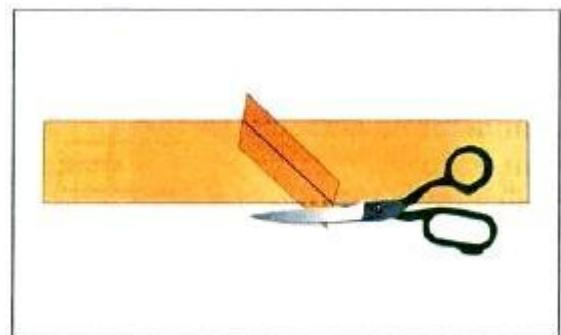

Рис. 47. Срезание выступающих уголков
- разутюжить припуски на шов. Срезать выступающие уголки (рис. 47).